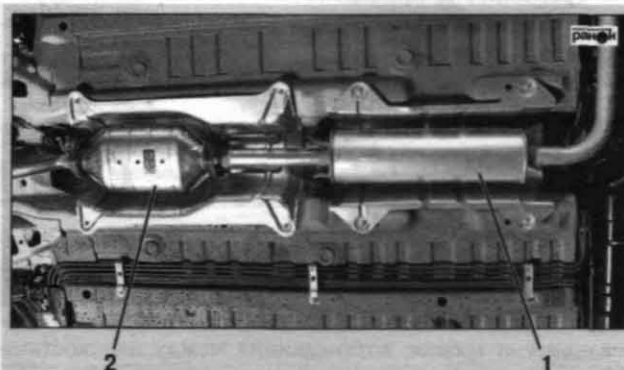

Рис. 3.62. Передний глушитель и катализатор: 1 — передний глушитель; 2 — катализатор
- катализатора и соединительной трубы (рис. 3.62);
- переднего глушителя 1 (рис. 3.62);